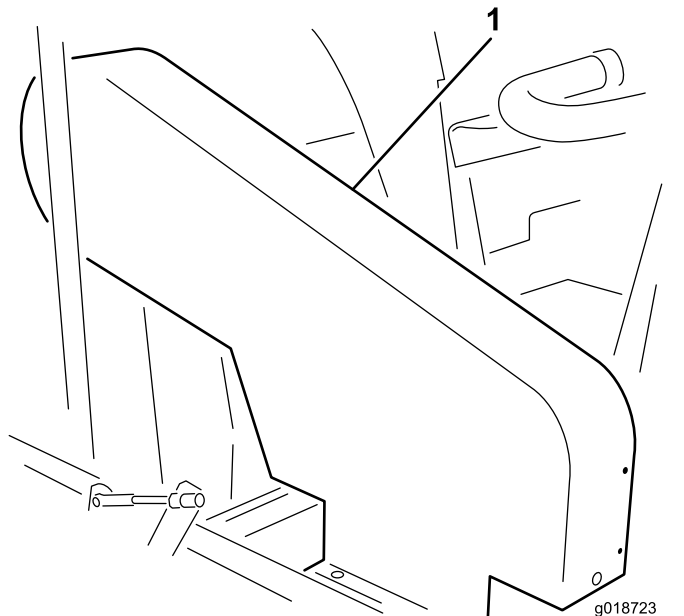

図 19
注 ベルトの張りの点検は、上部ベルトガード図 19を外さずに行えます。このベルトガードを取り外す必要がある場合には、ガードをフレームに固定しているボルト、ワッシャ、ナット各4を外してください。マシンは、必ずガード類を取り付けた状態で運転すること。
インペラプーリとクラッチプーリ間の中ほど部分で、ベルトを18-22 N 1.8-2.3 kg = 4-5 lbs程度の力で指で押して点検します。ベルトのたわみが1.3 cm あれば適正です。たわみの量が適正でない場合は手順2へ進みます インペラ駆動ベルトの調整 \(ページ 23\)。たわみが適正である場合には、そのまま使用を継続できます 図 19。
ジャッキシャフトとクラッチプーリ間の中ほど部分で、ベルトを18-22 N 1.8-2.3 kg = 4-5 lbs程度の力で指で押して点検します。ベルトのたわみが6 mm あれば適正とする。たわみの量が適正でない場合は ジャッキシャフトベルトの調整 \(ページ 23\)を参照してください。たわみが適正である場合には、そのまま使用を継続できます 図 19。
1. 上部シュラウドをフレームに固定しているボルト、ワッシャ、ナット各4を外す図 19。